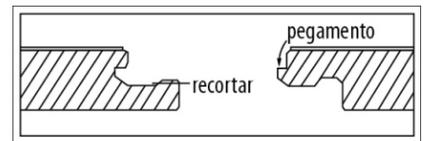

Figura 5
- Utilice un cepillo de carpintero o una navaja multiusos y con mucho cuidado retire la saliente superior de la ranura (**Figura 5**).